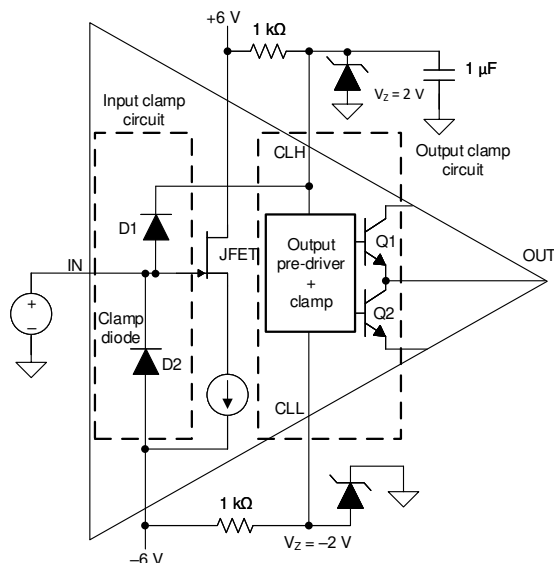

図 7-1. 内部入力および出力の過電圧クランプ
- 図 7-1 に、2 つの内部クランプダイオード D1 と D2 を経由してピン CLH および V_{S-} に接続されている BUF802 の入力を示します。これらのダイオードは連続電流の 100mA 定格ですが、非常に高い過渡電流に耐えられます。JFET 入力電圧が CLH または V_{S-} の電圧を超えると、ダイオードは順方向バイアスされ、JFET を CLH および V_{S-} にクランプします。ツェナー ダイオードと並列に 1μF のコンデンサを接続すると、D1 ダイオードを通過する過渡吸収に役立ちます。